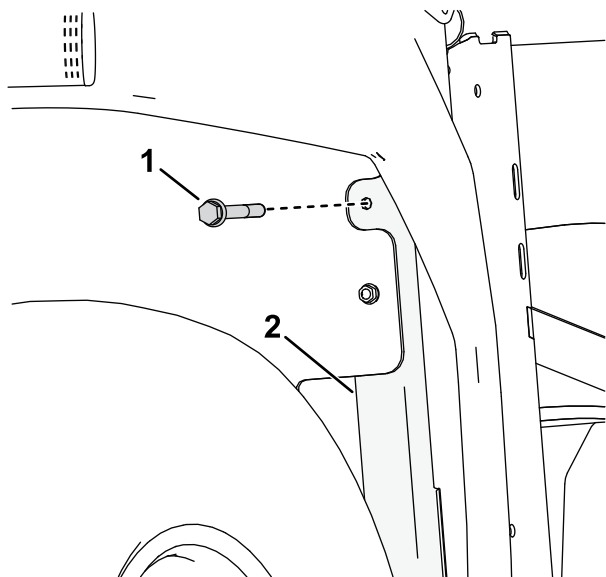

図10
5. フレームチューブの前部を開けた穴にストライカーボルト5/16 x 2-1/2"を挿入する図10。